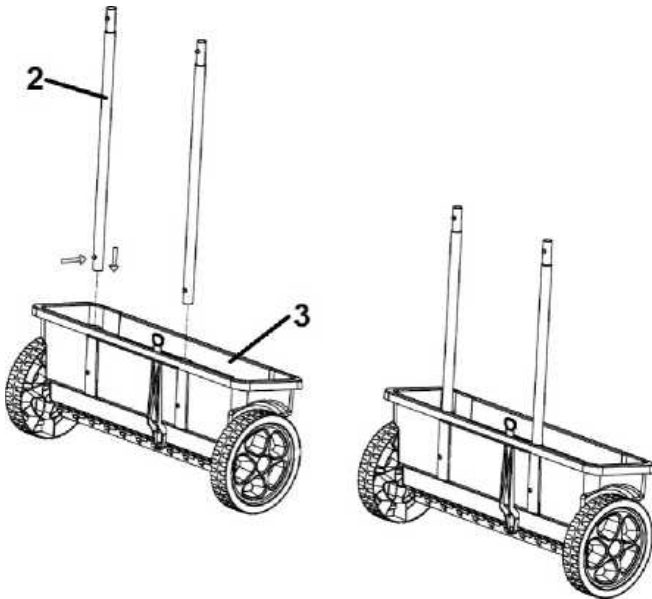

Рис.2
1. Установите нижние кронштейны (рис. 2, поз. 2) в отверстия кронштейнов в бункере разбрасывателя-сеялки (рис. 2, поз. 3) и совместите отверстия кронштейнов так, чтобы они вошли в защелки. Щелчок защелок означает правильность установки.